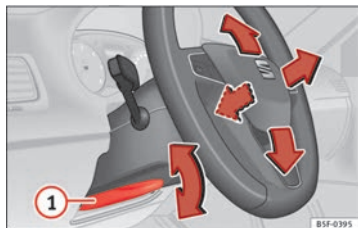

Fig. 120 Palanca en la parte inferior del lateral izquierdo de la columna de dirección.
- Tire de la palanca ① ⇒ fig. 120 hacia abajo ⇒ ⚠.